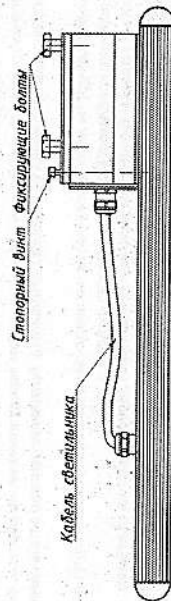

Рисунок 11.
5.10.5. Наденьте крепление на монтируемую трубу. Труба должна упираться в Стойкорный винт (рисунок 11).